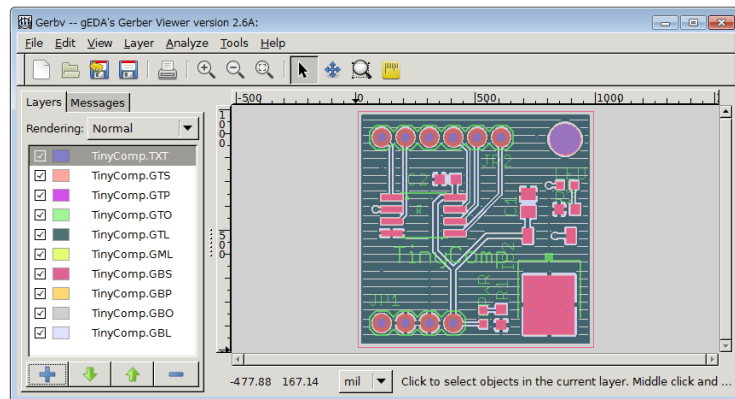

図 44
④ [OPEN]をクリックすると、全ガーバーデータが表示されます。図 44